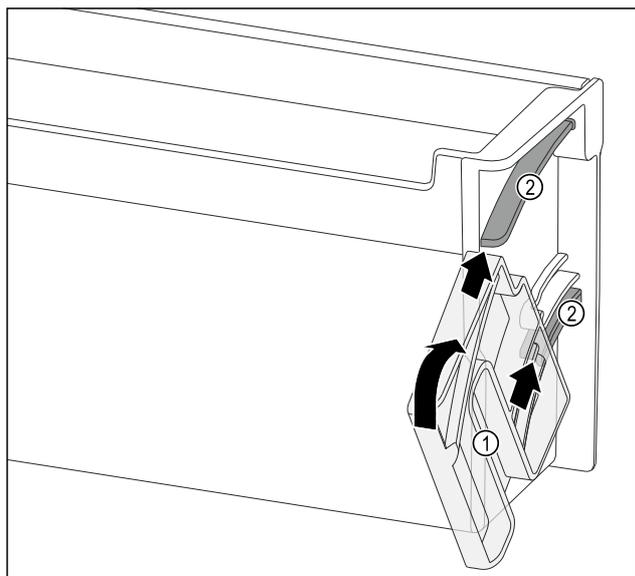

Fig. 149
- ▶ 定位旋转单元 Fig. 149 (1)，使槽正好与门边存放架的导向槽 Fig. 149 (2)相对。
- ▶ 沿指定方向转动旋转单元 Fig. 149 (1)。